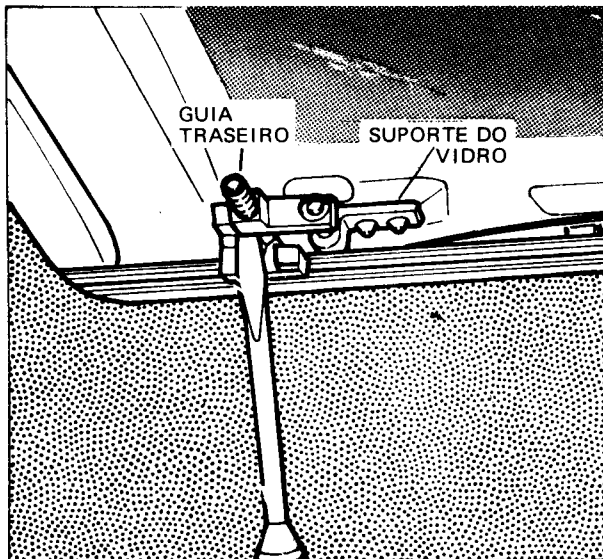

Fig. 7
- 3 – Remover os conjuntos guias traseiros dos cabos, prensando o pino guia (sob carga de mola) para fora da montagem no painel deslizando (Fig. 7).